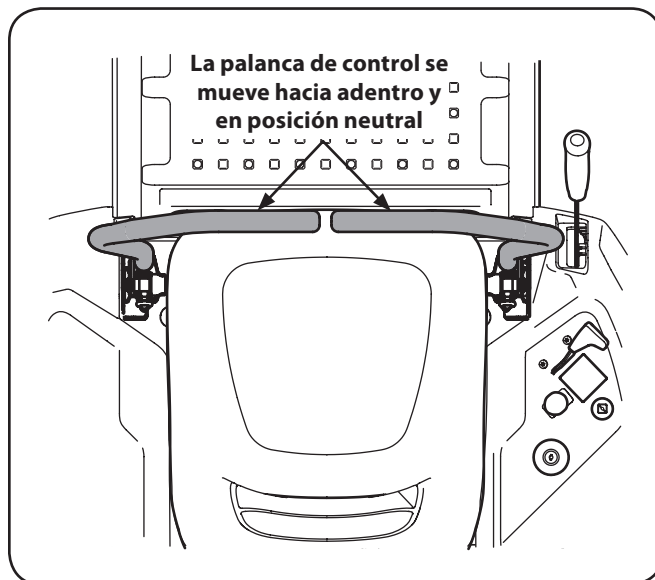

Figura 5-2
3. Coloque las palancas de control de transmisión del lado derecho y del lado izquierdo hacia adentro, en posición neutral. Vea la Figura 5-2.